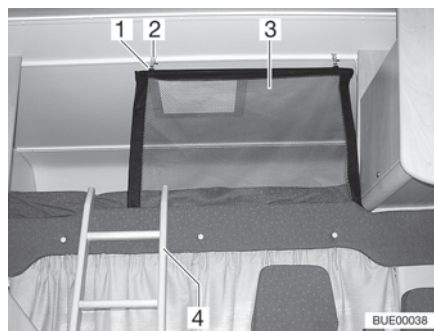
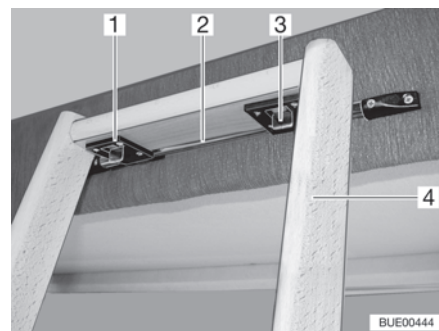

Fig. 100 Letto mansarda
Fig. 101 Scaletta di accesso, bloccaggio
Per salire sul letto mansarda utilizzare la scaletta di accesso (Fig. 100,4 e Fig. 101,4) in dotazione ai modelli di serie.
- Agganciare la scaletta con i due ganci (Fig. 101,1) presenti sulla guida (Fig. 101,2) al pannello cieco del letto.
- Spingere i due bloccaggi (Fig. 101,3) in avanti.
La rete protettiva (Fig. 100,3) è stivata sui modelli di serie tra il materasso e il telaio portamaterasso. Fissare la rete protettiva soltanto dopo che le persone si sono stese nel letto mansarda.
- Agganciare il supporto (Fig. 100,1) negli occhielli sul soffitto (Fig. 100,2).